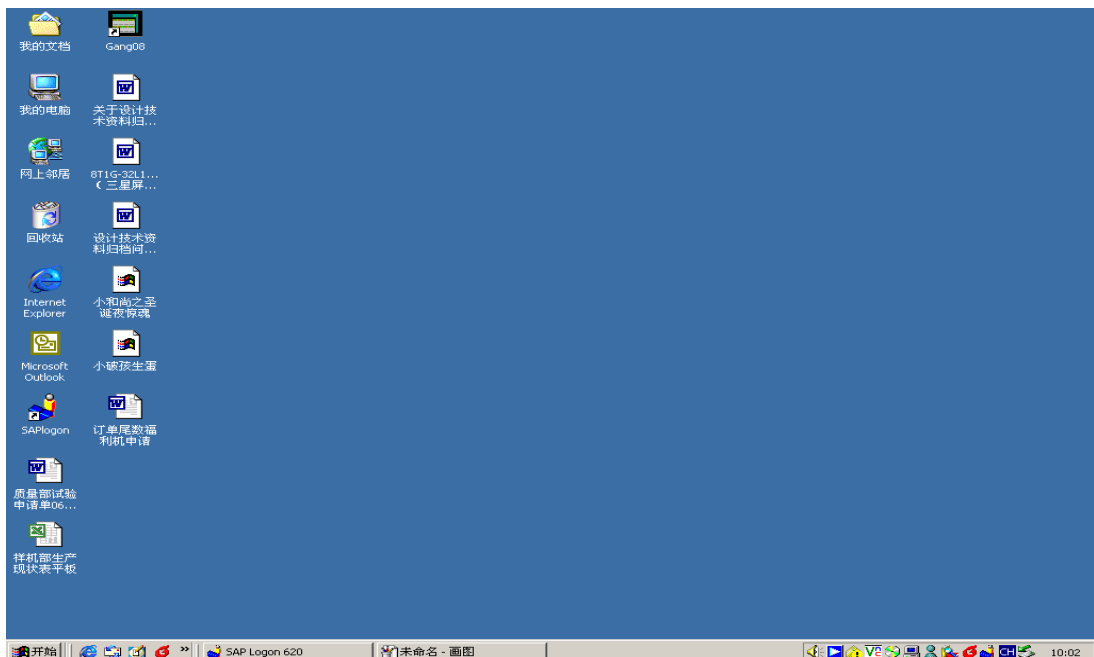

图 3.01
1)、点击 Gang08 工具软件（图 3.01），出现（图 3.02）所示界面